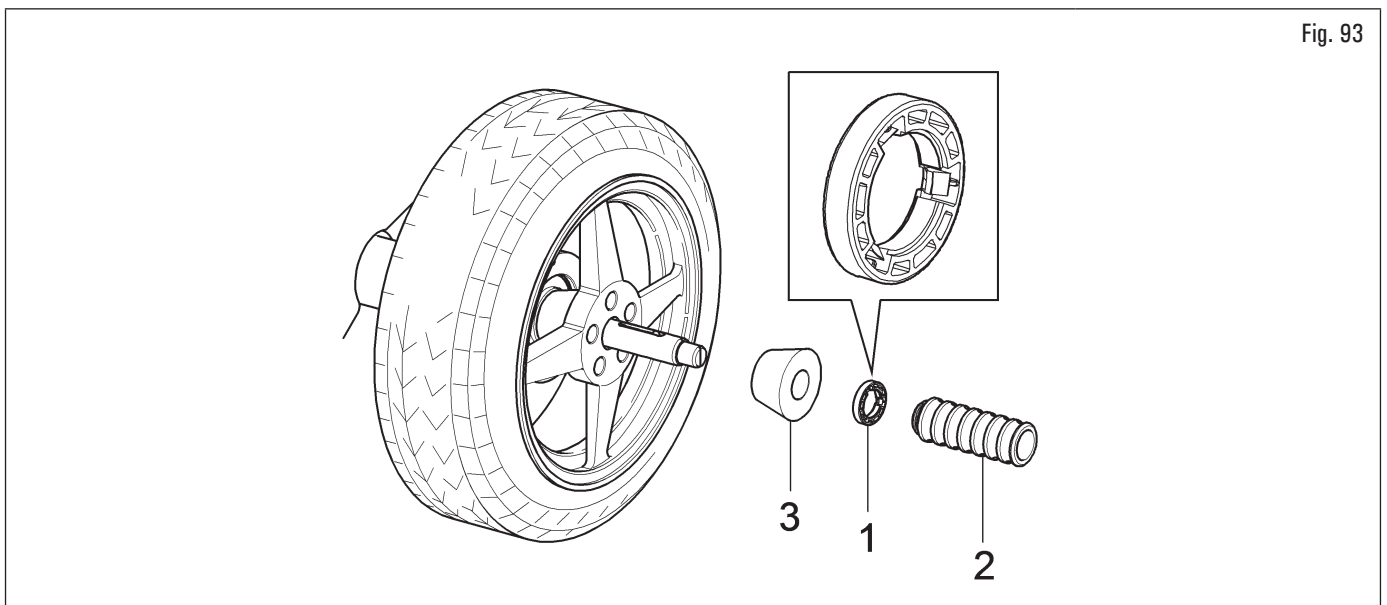

Fig. 93
4. choisir attentivement le cône (Fig. 93 réf. 3) approprié à la roue à équilibrer. Le choix de ces accessoires est lié à la forme de la jante. Monter le cône (Fig. 93 réf. 3) avec la partie plus étroite tournée vers la roue ;
5. introduire l'anneau presseur (Fig. 93 réf. 1) dans le manchon de blocage (Fig. 93 réf. 2) et porter tout contre la roue ;
L'anneau presseur (Fig. 93 réf. 1) doit être monté avec le côté des dents, ou déchargements, tourné vers le manchon (Fig. 93 réf. 2).